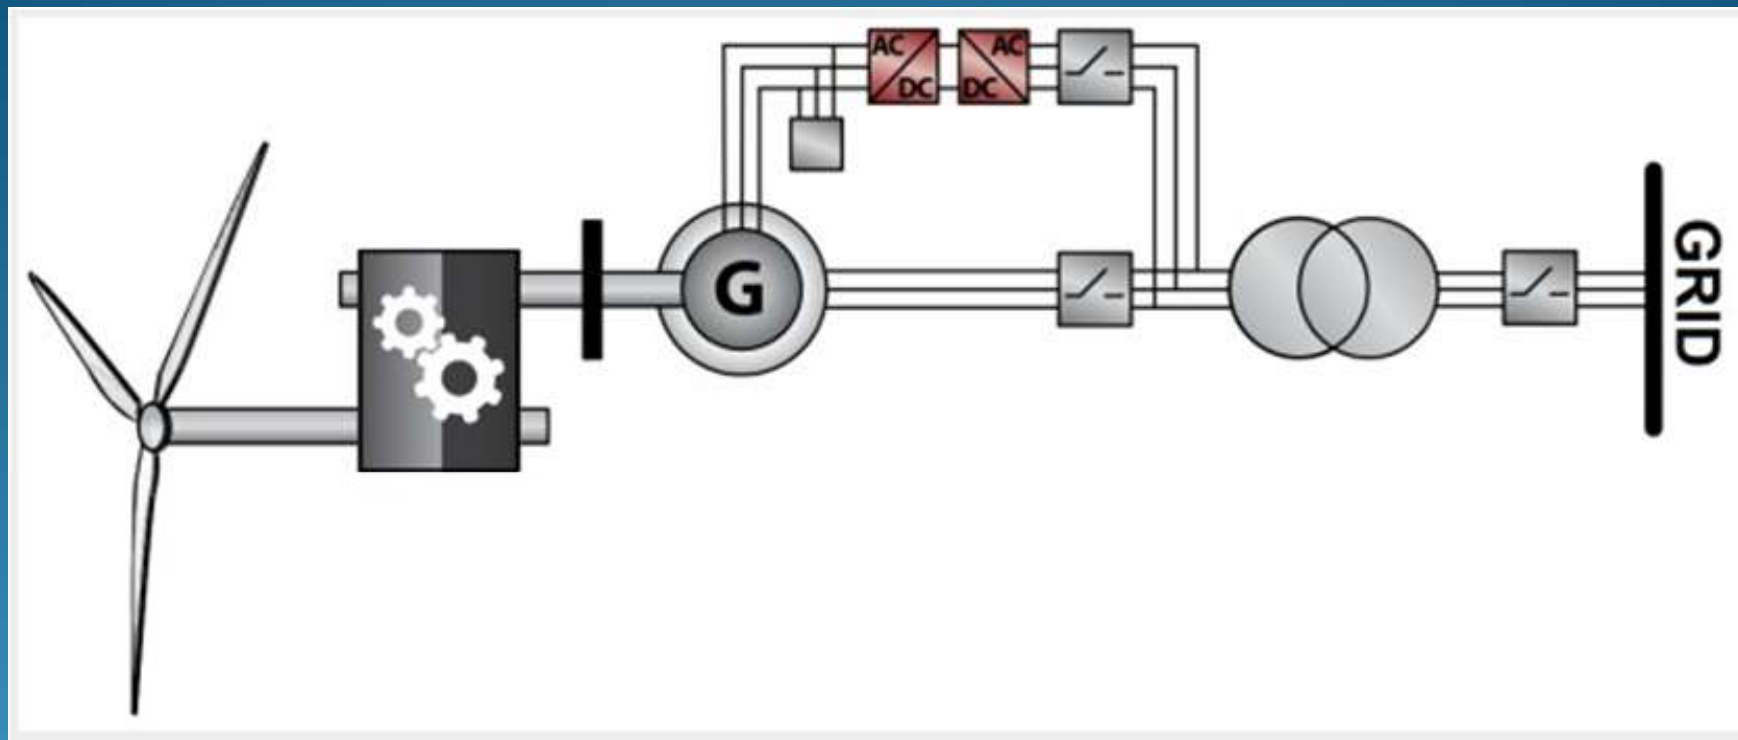

Figura 2 – Turbina Eólica – Gerador acionado pelo eixo da turbina via multiplicador de engrenagens
- b) Gerador acionado pelo eixo da turbina , com emprego de multiplicador ( Figura 2 )